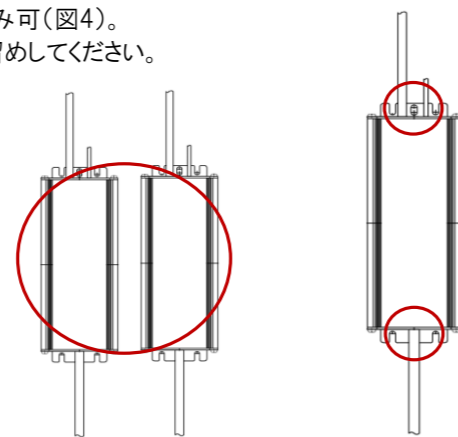

図5
- ・本電源の取り付けは、固定用ねじ穴(図5)全てを確実にネジ留めしてください。